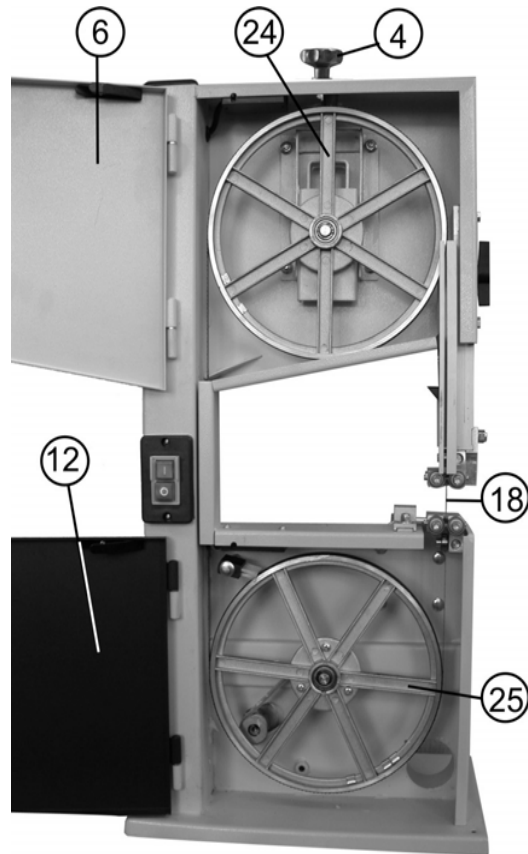

Рис.7
11.3. Регулировка смещения пильной ленты (Рис. 7, 8)
- 13.3. Уход за поверхностью колес (Рис.7).**
удаляйте опилки и пыль во внутренней части пилы со всех элементов конструкции и с колес (24) и (25) (Рис.7);
С помощью жесткой щетки, удаляйте смолу и опилки с колес (24) и (25), Рис.7. Не применяйте растворители!.
11.4. Регулировка натяжения пильной ленты (Рис.7)
- 11.7.3. Соблюдая меры предосторожности (надеть перчатки), снимите пильную ленту (18), Рис.7.